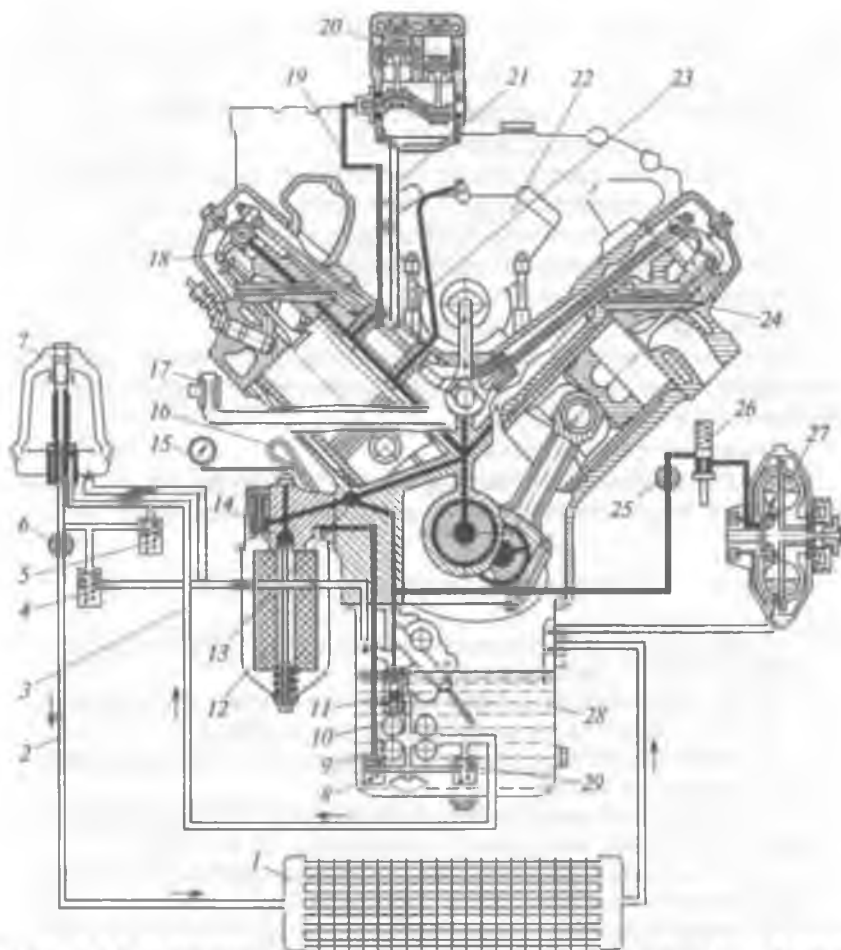

Рис. 1.12. Смазочная система двигателя автомобиля КамАЗ-740:
19. Изучить устройство и работу смазочной системы двигателя КамАЗ-740 (использовать для работы рис. 1.12).